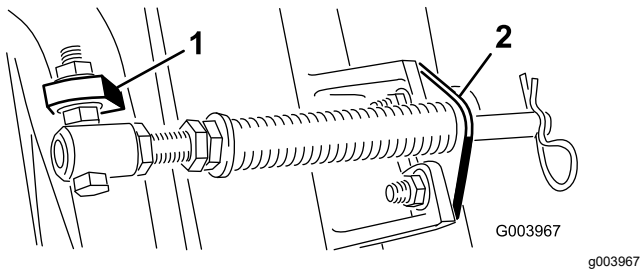

Bild 5
Hinweis: Positionieren Sie den Schraubenkopf zur Außenseite der Nase, wie in Bild 5 dargestellt.
D. Montieren Sie die Stangenhalterung mit den Schlossschrauben und Muttern an den Nasen der Mähwerke (Bild 5).